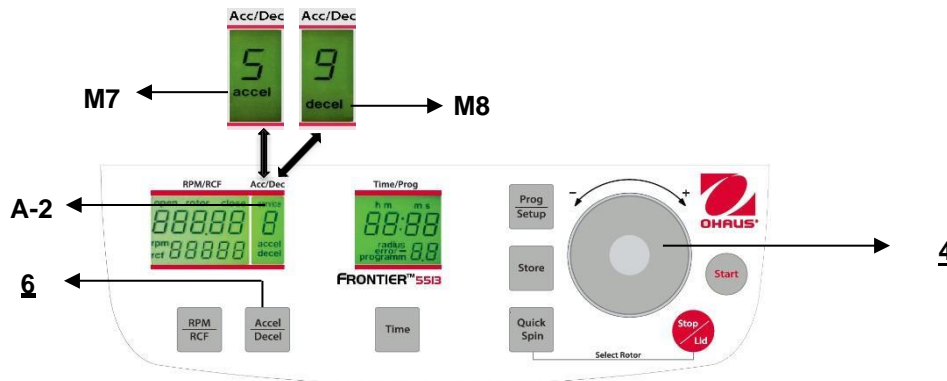

Figura. 15
Prima il funzionamento, quando il coperchio della centrifuga è chiuso, appare la parola **"close"** (M1) sul display **"RPM/RCF"** (A-1). Inoltre, se nella centrifuga è presente un rotore, compare la parola **"rotore"** (M3) e il numero di codice del rispettivo rotore, che si trova nel sistema di centrifuga **"71"** (M4). Se nella centrifuga non è presente il rotore, la scritta **"rotor"** (M3) lampeggia e inoltre compare la scritta **"no"** (M4). Premendo il tasto **"Stop/Lid"** (9), si può rilasciare il coperchio della centrifuga. Non appena il coperchio è completamente rilasciato, appare la parola **"open"** (M2). Adesso è possibile aprire il coperchio della centrifuga. Fare riferimento alla figura 15 qui di seguito per riferimento.
Il coperchio deve solo essere abbassato leggermente. Un bloccaggio elettromagnetico del coperchio fa chiudere il coperchio stesso, e allo stesso tempo scompare la parola **"open"** (M2) (fare riferimento alla figura 15).
Questa funzione è attivata mediante il tasto **"Accel/Decel"** (6) (fare riferimento alla figura 15).